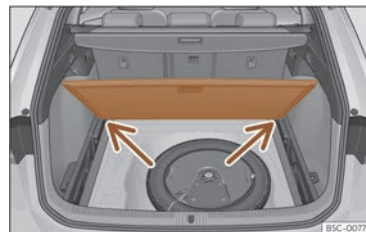

Fig. 180 Piso variable do maletreiro: posición inclinada.
- Apoie o piso sobre os aloxamentos previstos para tal uso >>> **fig. 180** (frechas).